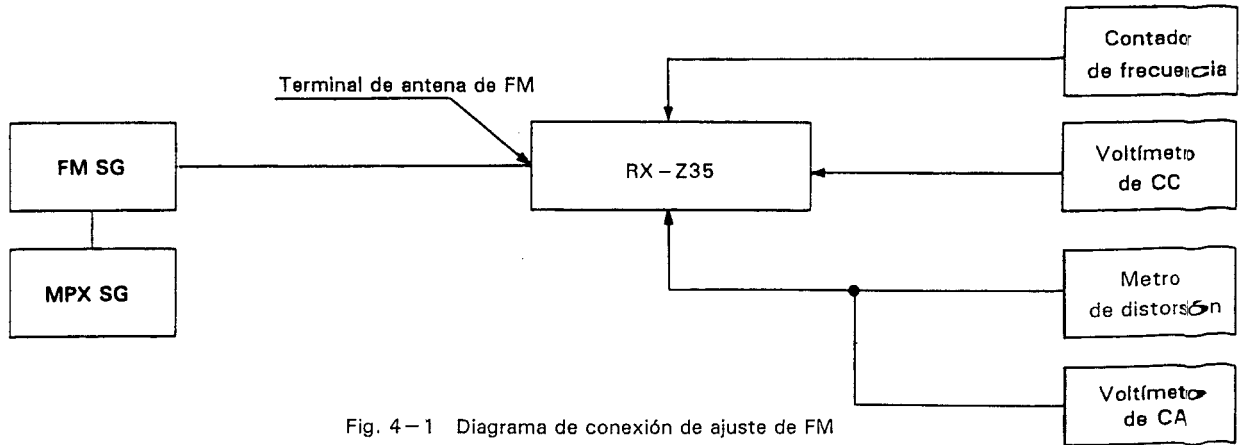

Fig. 4-1 Diagrama de conexión de ajuste de FM
- Conecte el sintonizador como se muestra en la Fig. 4-1.